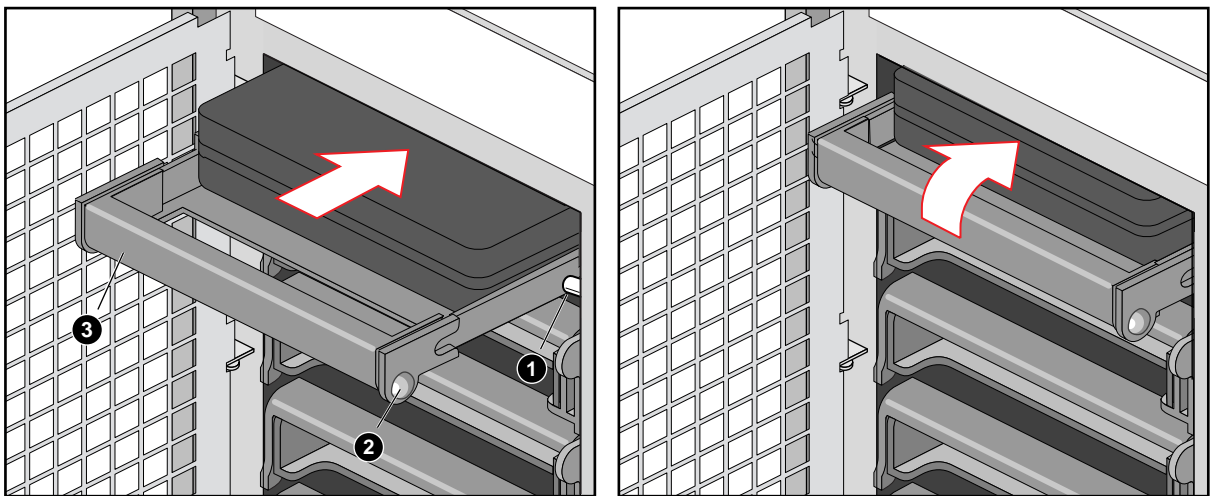

Abbildung 5-3 Installieren eines neuen Laufwerks
9. Schieben Sie das neue Laufwerk vorsichtig in den Schacht. Zum Einrasten des Riegels sollte der Trägergriff in einem Winkel von etwa 45° zur Gehäusefront stehen. Wenn Sie das Laufwerk in den Schacht schieben, gleiten die beiden runden Einkerbungen innen am Trägergriff auf die beiden Stifte im Laufwerkschacht (siehe Abbildung 5-3). Sobald die Stifte in den Einkerbungen sitzen, schieben Sie den Griff gerade nach oben, um den Griff zu verriegeln, und drücken Sie den runden Knopf rechts am Träger bis zum Einrasten nach links.